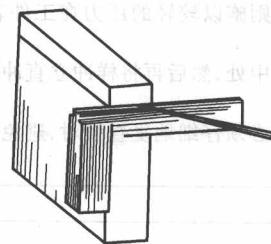

图 1-19 直角尺划垂直线
(2)用直角尺划垂直线(图 1-19) 在要求划与某一平面垂直的加工线时,可用直角尺根据该平面划出。